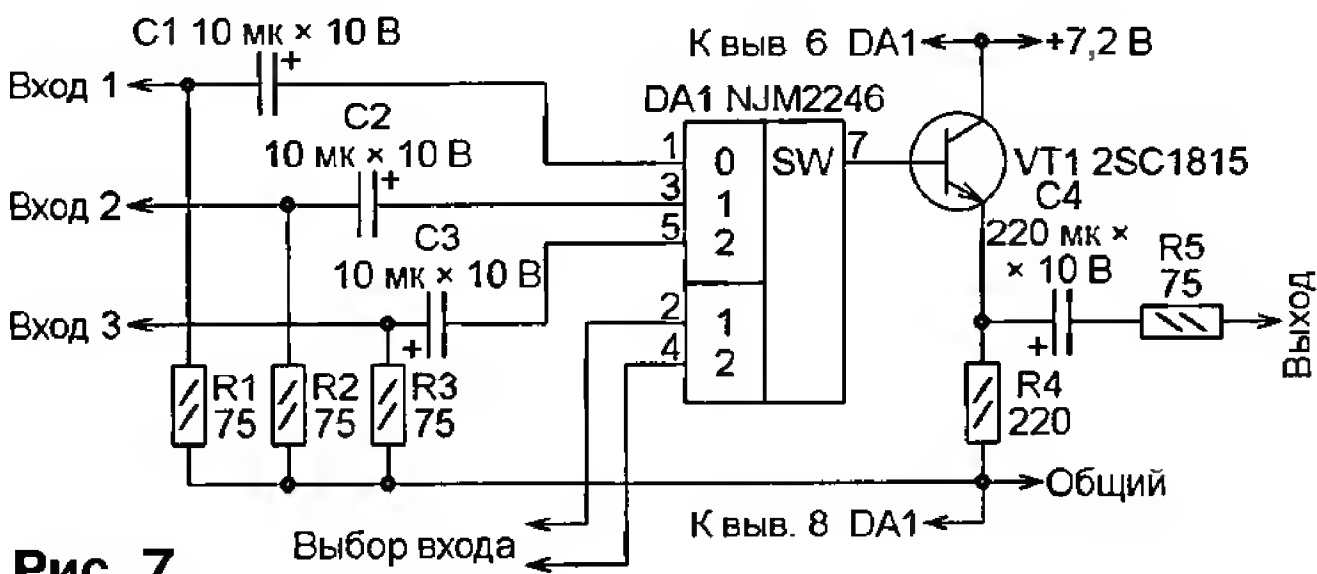

Рис. 7
**Трёхканальный коммутатор видеосигналов** (рис. 7, оригинал схемы можно найти на интернет-странице <<http://www.robo-doshisha.org/seigyo-han/rrc-seigyo/i2c-bus-system/i2cvideoselector>>). Один из трёх его входов выбирают, задавая логические уровни на выводах 2 и 4 микросхемы NJM2246 (DA1). Переходное затухание между входами —